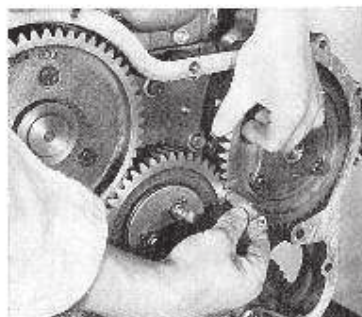

Fig. J3. — Contrôle du jeu d'engrènement
- Contrôler le jeu entre les pignons comme indiqué sur la Fig. J3 à l'aide d'une cale d'épaisseur. Le jeu doit se situer entre 0,09 et 0,15 mm.